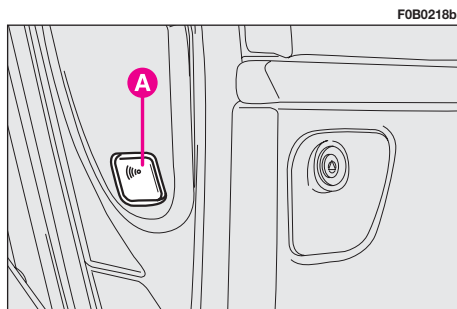

fig. 10
Avant de brancher l'alarme antivol, appuyer sur le bouton **A-fig. 10** qui peut être atteint si la porte est ouverte, en maintenant la pression jusqu'à ce que la diode rouge **A-fig. 9**, située sur la planche de bord, s'allume sans clignoter.
Une deuxième pression du bouton **A-fig. 10**, permet de revenir à la protection externe et interne normale.
- dans les 10 secondes à compter de l'activation de la sirène, mettre la clé de contact sur **M** puis presser le bouton **A-fig. 10**, la sirène est ainsi désactivée.